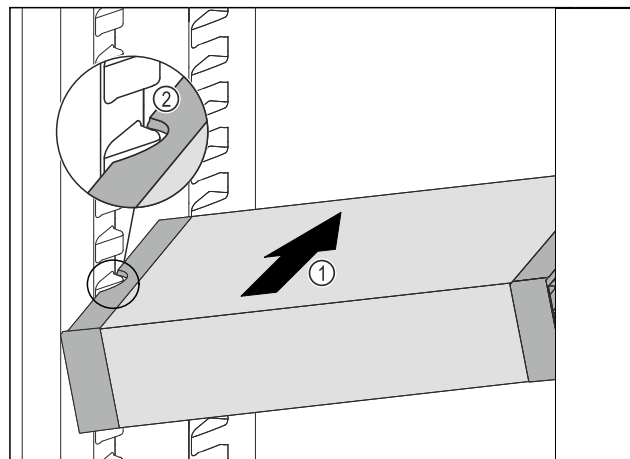

Fig. 139
- Вкарайте VarioSafe под ъгъл в хладилната част Fig. 139 (1), докато страничните прорези Fig. 139 (2) на VarioSafe се намират на височината на ребро на съда в хладилната част.